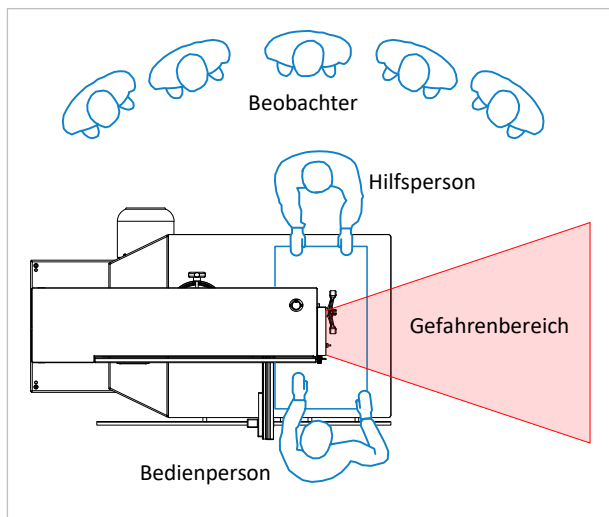

Abbildung 3: Gefahrenbereich um die Maschine
- ⚠ **Verhalten bei einem Bandbruch:** Schalten Sie die Maschine aus (optional Not-Aus drücken) und warten Sie unbedingt, bis alle Bandsägearäder vollständig stillstehen, bevor Sie weitere Maßnahmen ergreifen. Nur das untere Rad wird abgebremst! Im Gefahrenbereich neben der Maschine (siehe ⇒ Abbildung 3) besteht bei einem Bandbruch Lebensgefahr!